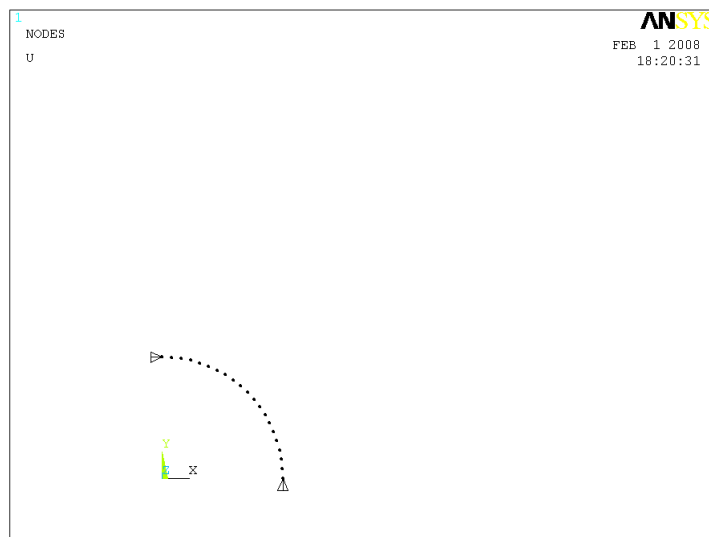

Рисунок 73. Результат выбора узловых точек линии **L4**
6. Нажать кнопку **OK** (Рисунок 73).